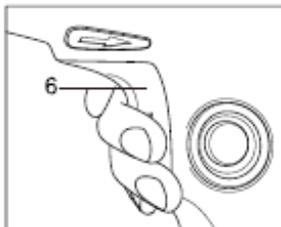

Fig. 4
3. PUESTA EN MARCHA Y PARADA (Fig. 4)